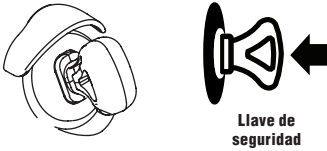

Figura 6
1. Si se incluye, inserte la llave de seguridad (Figura 6).